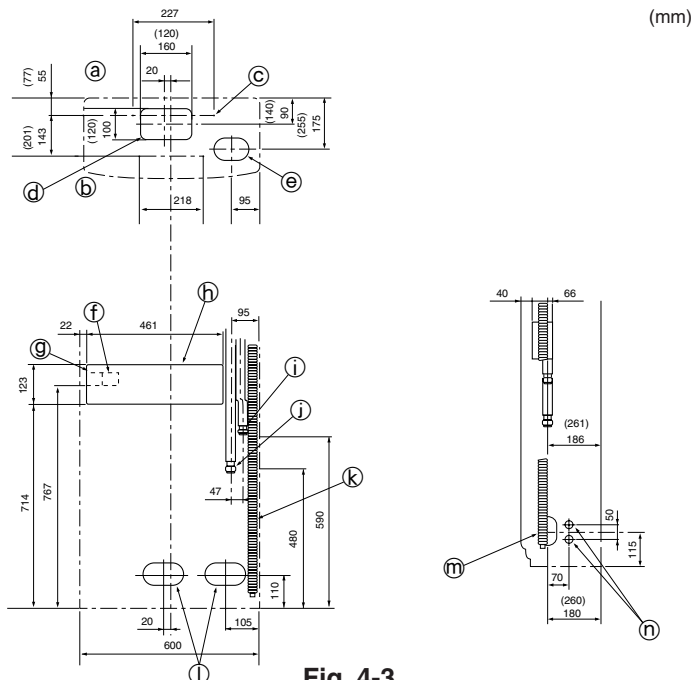

Fig. 4-3
4.3. Ubicazioni delle tubazioni del refrigerante e di drenaggio (Fig. 4-3)